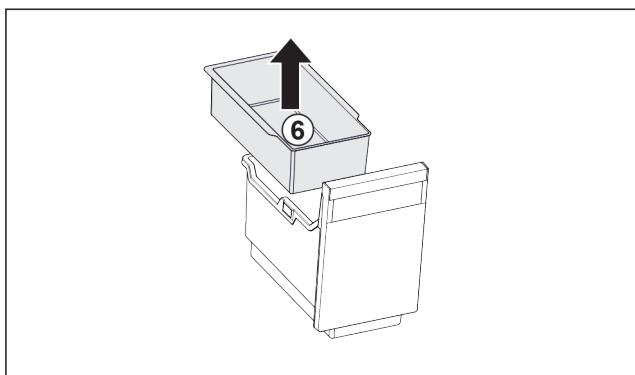

Fig. 100
- Einhängeschale Fig. 100 (6) entnehmen.